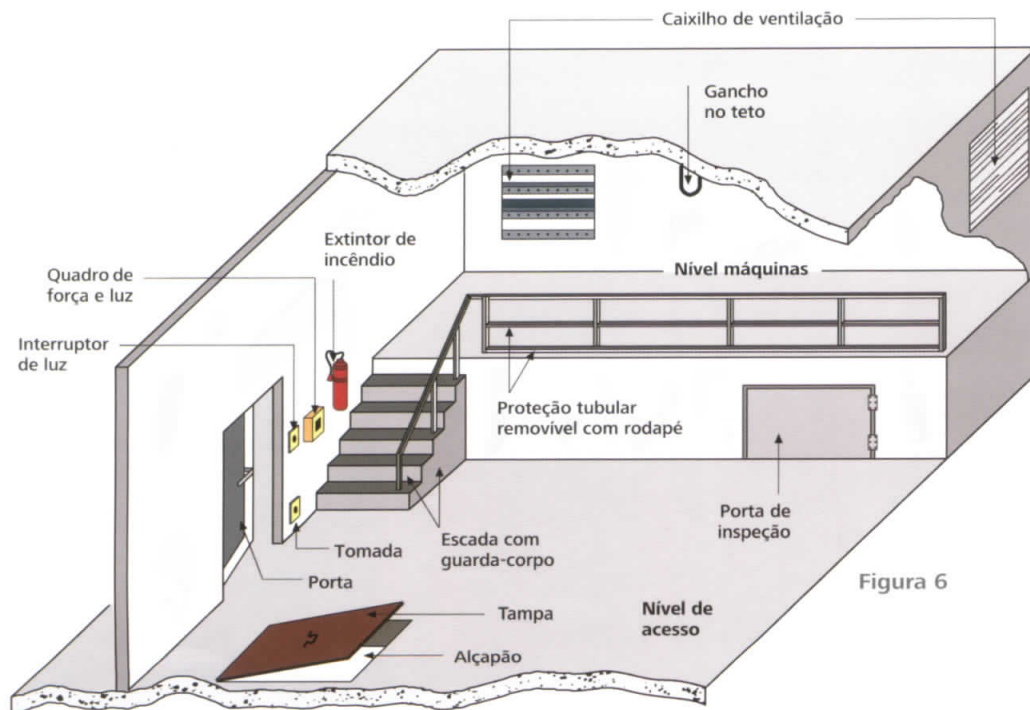

Figura 6
■ A porta da casa de máquinas deverá ser de material incombustível, com medidas mínimas de 700 mm x 2.000 mm, para acesso à casa de máquinas (NBR NM 207, item 6.3.3.1). A porta deverá abrir para fora, ter fechadura com chave e fechamento com travamento autônomo, além dos avisos: **PERIGO: MÁQUINAS DO ELEVADOR E ACESSO PROIBIDO A PESSOAS ESTRANHAS AO SERVIÇO** (Figura 6).
■ Caso a casa de máquinas apresente desnível superior a 500 mm, construir escadas ou degraus com balaustradas (corrimão, guarda-corpo), (NBR NM 207, item 6.3.2.4). O guarda-corpo deverá possuir altura de 1.000 mm, ou conforme indicado na planta de instalação (Figura 6).
■ A casa de máquinas deverá ser ventilada adequadamente, com ventilação natural e cruzada (NBR NM 207), item 6.3.5.1). Deverá ter duas ou mais janelas que permitam ventilação cruzada sobre a máquina, com dimensões mínimas e efetivas correspondentes a 1/10 da área total do piso. (Figura 6).
elevadores. Fixá-lo próximo à porta de acesso e a no máximo 100 cm de distância desta (Figura 6).
■ Pode ser necessário adequar o alçapão no piso da casa de máquinas. Ele é utilizado na montagem para içamento da máquina de tração e nos serviços de manutenção (Figura 6), (NBR NM 207, item 6.3.3.2). Quando o alçapão estiver